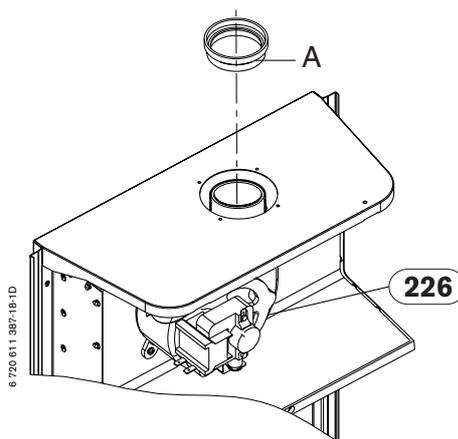

Fig. 19
**Attenzione!** Può essere necessario il montaggio del diaframma (A) presso il ventilatore (come da Fig. 19). In questi casi vedere le Tab. 5 e Tab. 7 per i diaframmi.